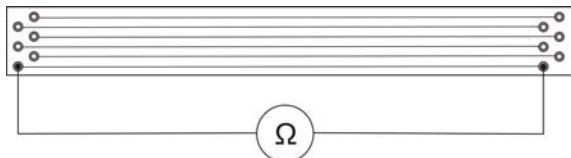

Fig. 1: Configuración del experimento
- Conecte el multímetro a los clavijeros del cable de constantán que tiene el diámetro más pequeño (ver fig. 1).
- Configure el experimento según la fig. 1.